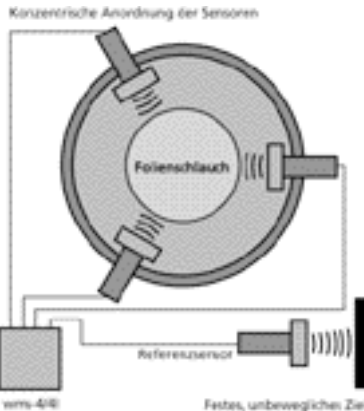

Abb. 6: Anwendungsbeispiel an einem Folienextruder mit Referenzkanal
- Das Nachschaltgerät bietet die Option, einen Sensorkanal zur Temperaturkompensation zu benutzen. Der an diesem Kanal angeschlossene Sensor misst dann gegen einen fest montierten Reflektor. Die Messwerte der anderen Sensoren werden mit dem Messwert des »Referenzsensors« kompensiert (vgl. Abb. 6). Zusätzlich wird an dem Ausgang des Referenzkanals der Strom-Mittelwert der anderen aktiven Kanäle ausgegeben.